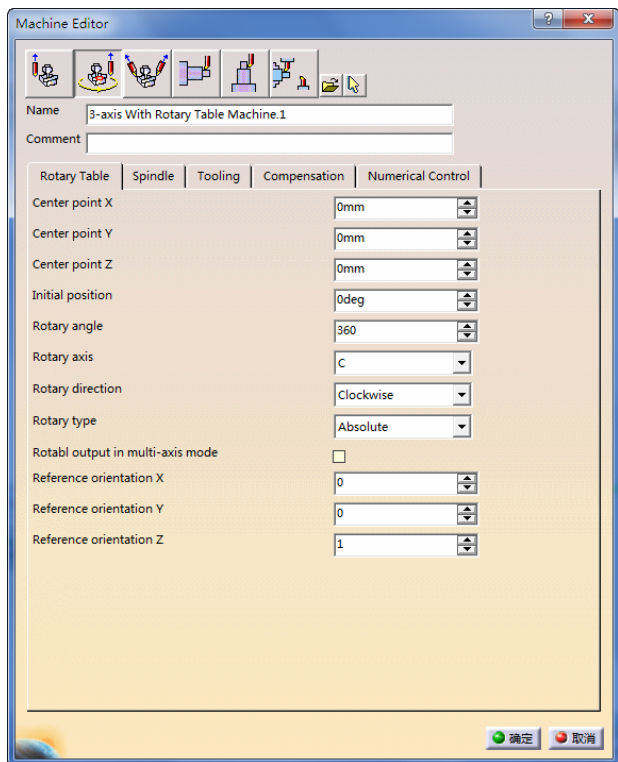

图 4-39 “Machine Editor”对话框（2）
2) 机床设置。单击“Part Operation”对话框中的 machine 按钮，弹出“Machine Editor”对话框（2），选择“3-axis With Rotary Table Machine.1”，如图 4-39 所示。